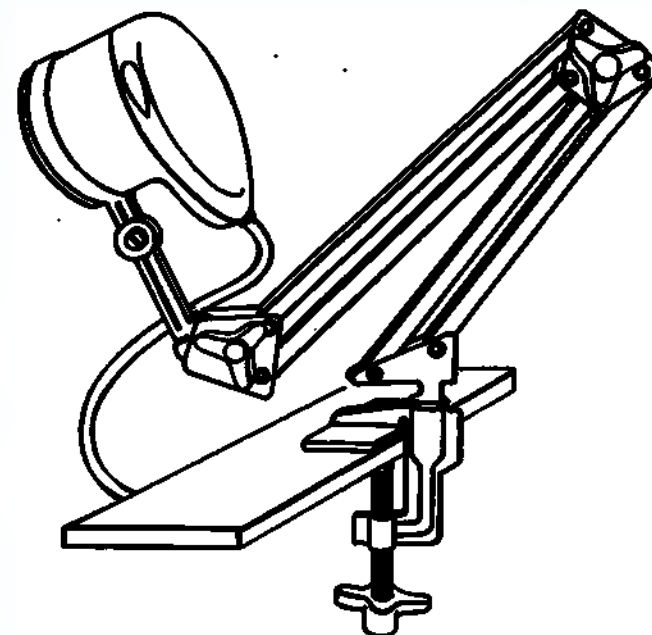

Рис. 6. Кронштейн с держателем терминала
8.8. По дополнительному требованию Заказчика аппарат может быть укомплектован кронштейном с держателем терминала (рис. 6).